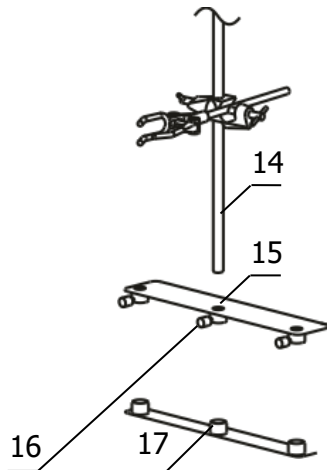

Рисунок 4 — Установка штатива
2.2.10 Если необходимо поместить в термостат высокую и неустойчивую емкость, следует использовать штатив с лапкой 5 (рисунок 1) из комплекта поставки термостата. Для этого нужно вставить трубку штатива 14 (рисунок 4) во втулку верхней планки 15 и опустить ее во втулку нижней планки 17 до упора. Затем зафиксировать крепежным винтом 16.